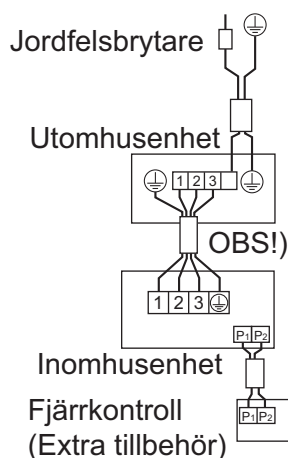

Bild 25
- **Partyp:** 1 fjärrkontroll styr 1 inomhusaggregat (standardsystem). (Se bild 25)